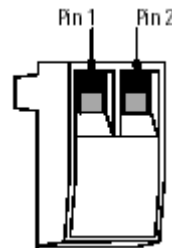

Рисунок 13. REPO разъем
3. Подсоедините изолированные нормально разомкнутые релейные контакты (номинал 60 В постоянного тока максимум, 30 В переменного тока RMS максимум, и 20 мА максимум) через REPO устройство к контакту 1 и контакту 2 (см. рис. 13). Используйте витой неэкранированный провод размером 18–22 AWG (0.75 мм^2 – 0 мм^2).